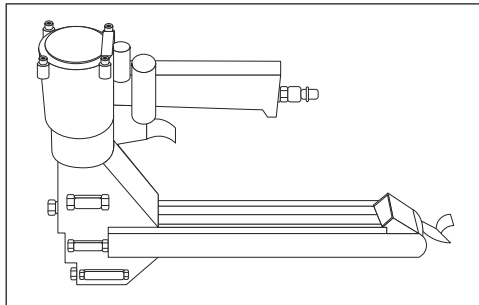

Figure 11
2. Tirez le pousseur vers l'arrière et tournez-le en position verrouillée. (Voir Figure 11)